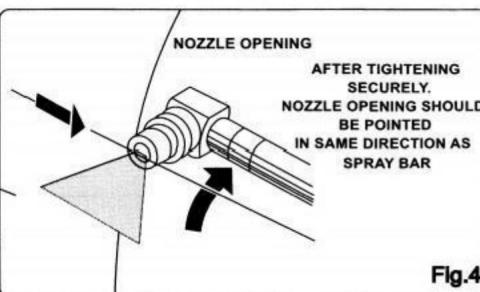

Fig.4
* Reconnectez la buse à la rampe de pulvérisation et serrez fermement. Après serrage, assurez-vous que l'ouverture de la buse est orientée dans la même direction comme la rampe de pulvérisation comme indiqué sur la figure 4.